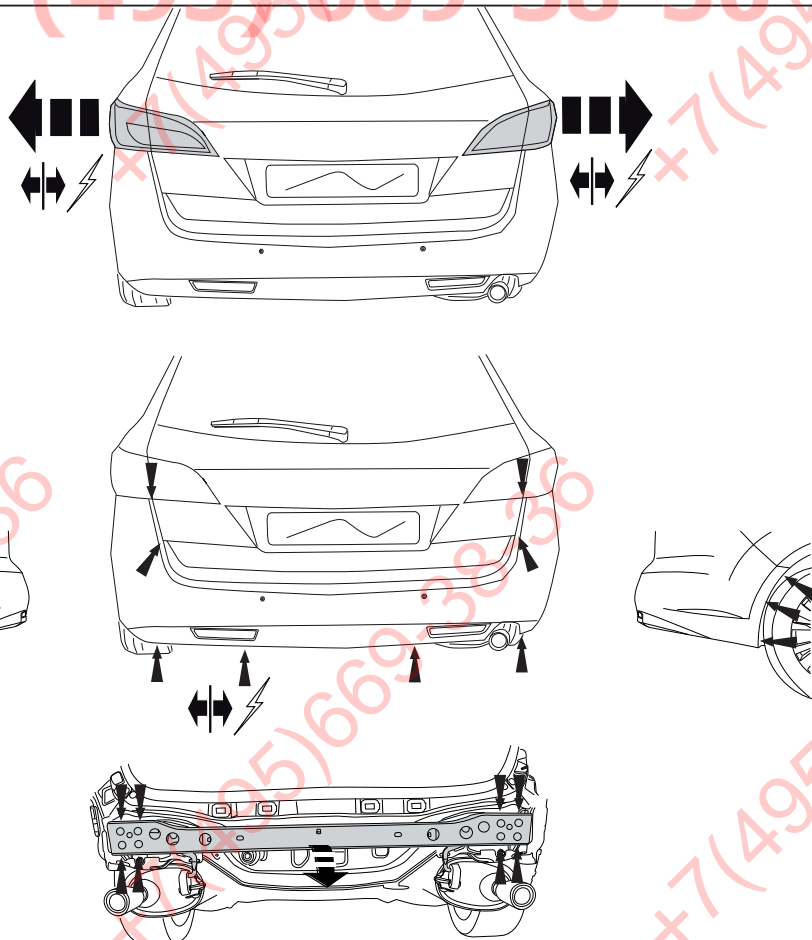

Fig.1
1. Dismantle the rear-lights and the bumper. See figure 1.
3. Remove the cross member from the vehicle. See figure 1.
1. Снять задние фары и бампер. См. рисунок 1.
3. Снять поперечный брус автомобиля. См. рисунок 1.
1. Rücklichter und Stoßstange abmontieren. Siehe Abbildung 1.
3. Den Querträger vom Fahrzeug abmontieren. Siehe Abbildung 1.